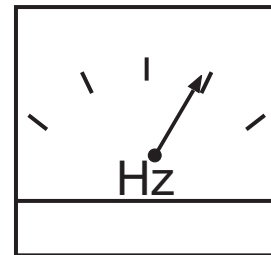

Figure 28. Fréquencemètre
3. Le fréquencemètre de la génératrice (Figure 28) doit afficher la fréquence de sortie de 60 cycles en **HERTZ**.